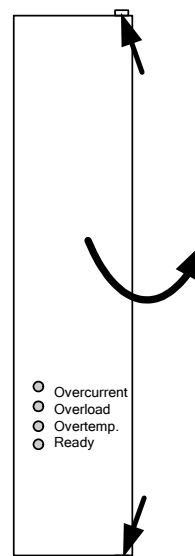

Fig. 6-1 Apertura del frontalino
- ◆ Allentare entrambe le viti in alto e in basso sul pannello frontale, ruotare di lato la piastra frontale con copertura laterale (Fig. 6-1). Durante questa operazione non rimuovere la piastra frontale con copertura laterale. Il collegamento del conduttore di protezione con lo sportello frontale deve essere stato rimosso!